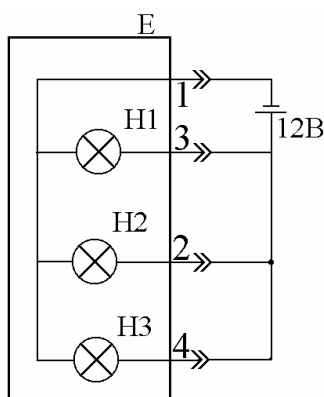

Рис. 11. Проверка работоспособности головной фары.
4.4.4.2. К штекерам соединительной колодки фары подключить питание от аккумуляторной батареи, как показано на рис. 11. Должны гореть все три лампы.